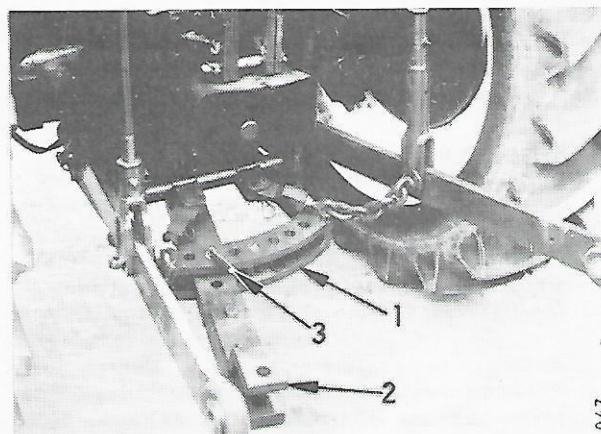
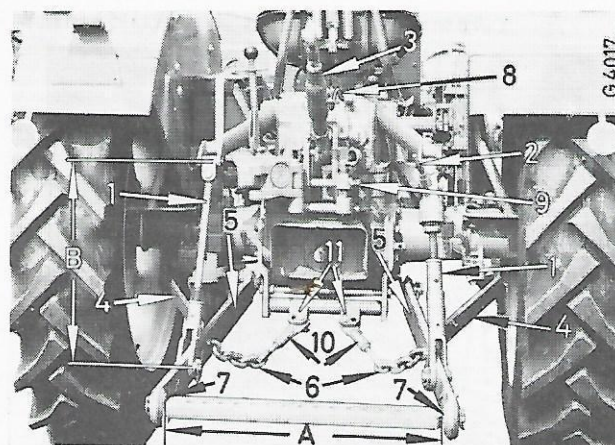

Fig. 28
Fig. 30
Pour que cette barre puisse osciller librement, mettez le relevage en position haute et immobilisez la barre de poussée du 3^e point vers le haut, à l'aide du verrou (8, fig. 30) prévu à cet effet, ou démontez-la. La barre oscillante peut être verrouillée dans n'importe quelle position, (voir 3, fig. 28).
L'attelage 3-points permet l'emploi des instruments de culture des catégories I et II. La transformation s'opère en échangeant les bagues des rotules des barres de traction et en modifiant les points d'attache d'extrémité avant des chaînes de sécurité. Les trous situés à l'intérieur servent pour des instruments de la catégorie I, alors que les trous extérieurs s'utilisent avec des instruments de la catégorie II (11, fig. 30).
Régalez la longueur des tringles de relevage à la dimension (B), fig. 30. Placez la barre d'attelage dans les bras inférieurs d'attelage, en adoptant les réglages requis pour les Catégories I et II. Relevez l'attelage au maximum et réglez la longueur des chaînes de sécurité au moyen des maillons (10) de façon à ce que les chaînes soient tendues. Pour verrouiller les barres d'oscillation latérales, placez les stabilisateurs latéraux (4) dans le premier trou, pour la catégorie I, ou dans le deuxième trou, pour la catégorie II, ou placez les chaînes de sécurité dans les trous appropriés de leurs supports (11).